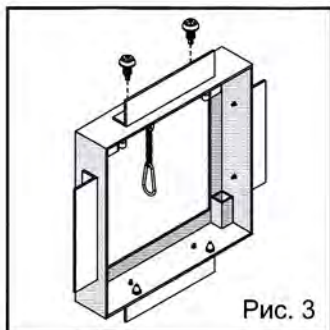

Рис. 3
3. Используя прилагаемые саморезы, закрепите монтажные уголки на внешней поверхности рамы люка (Рис. 3). Расстояние от переднего края рамы до уголка должно быть равно толщине стены.